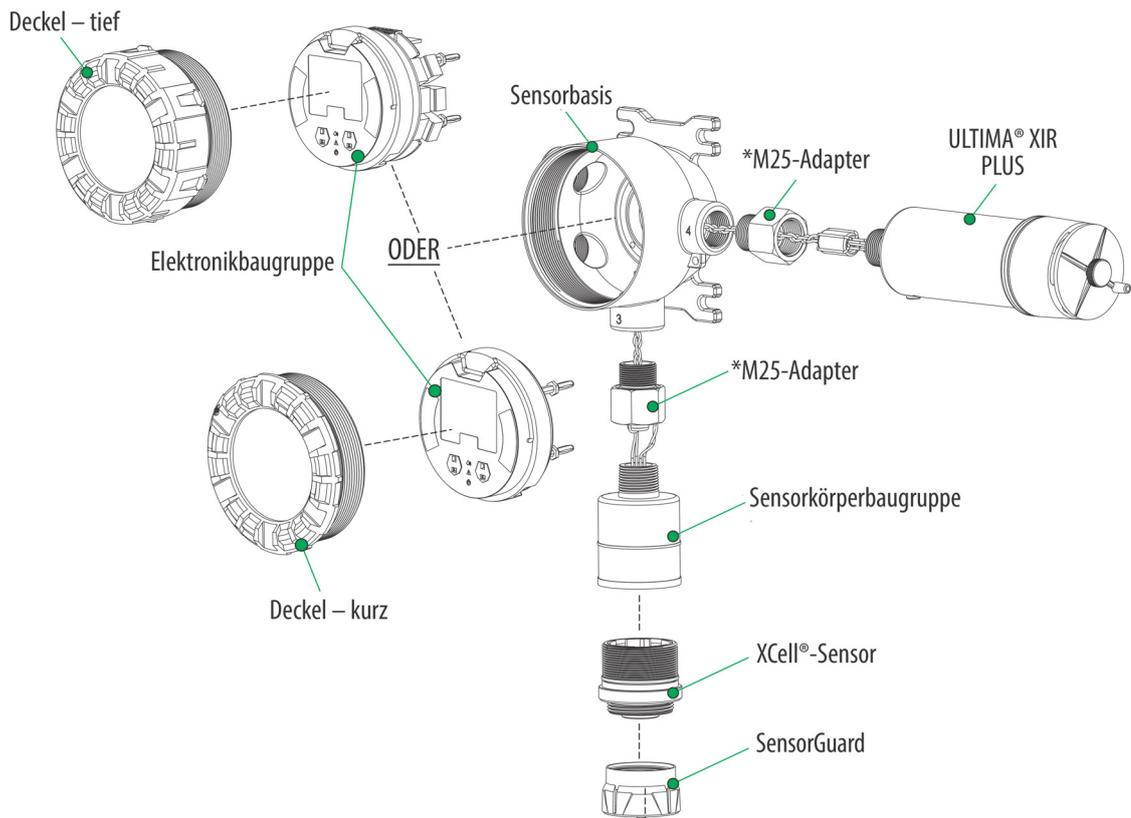

Abb. 3 Bauteilübersicht
- ▶ Befolgen Sie beim Entfernen oder Ersetzen von Sensoren die folgenden Warnhinweise. Beachten Sie Abb. 3 mit einer Übersicht über die Bauteile.